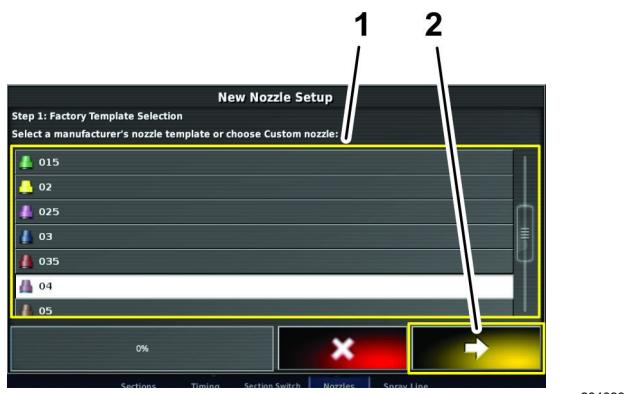

図 77
- 新ノズル設定画面のステップ1工場出荷リストの流量または色から、新たに設定を行いたいノズルを選ぶ図77。